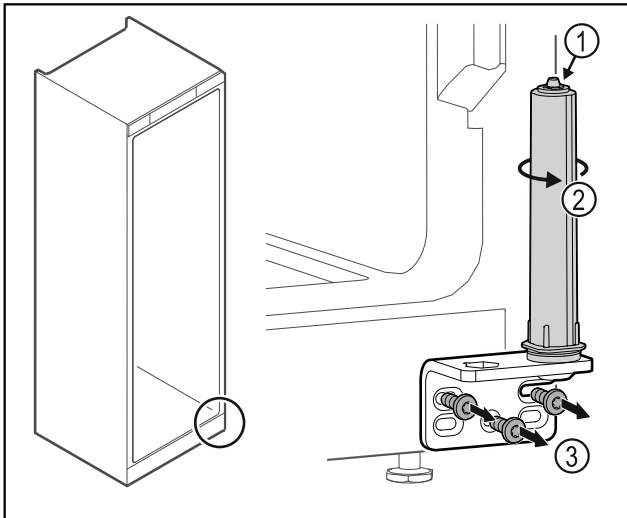

Fig. 31
- ▶ Neizjauciet durvju slēgšanas sistēmu Fig. 31 (1).
- ▶ Pagrieziet slēgšanas sistēmu Fig. 31 (2), līdz tā noklikšķ.
- ▶ Noskrūvējiet lokāmos kronšteinus Fig. 31 (3).